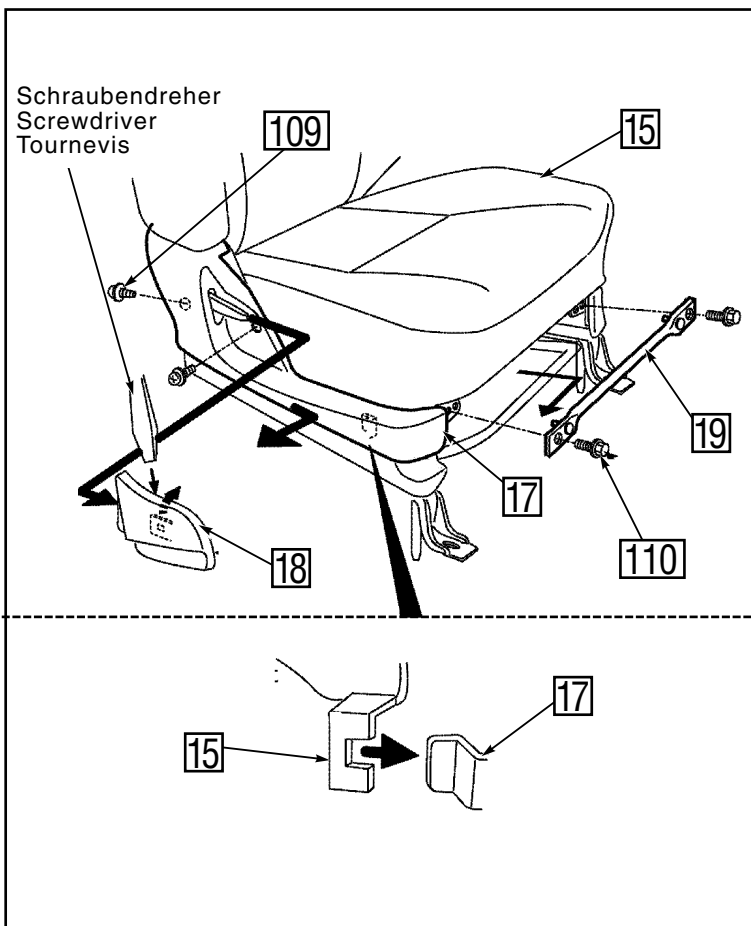

Abb. 14- Fig. 14
- a) Die Zusatzhalterung ⑨ (R) zusammen mit der seitliche Halterung ⑧ (R) und das Distanzstück ⑪ an der rechten Seite des Beifahrersitzes ⑮ anbringen.
- ⑫: Bolzen (M6x12) (2x)
⑬: Bolzen (M6x25) (1x)
- b) Die seitliche Abdeckung ⑰ (R) und den Knopf ⑱ wieder an der rechten Seite des Beifahrersitzes ⑮ anbringen. (Siehe Abbildung 14)
- a) Fit the sub bracket ⑨ (R) together with the side bracket ⑧ (R) and the spacer ⑪ onto the passenger's seat ⑮ right hand.
- ⑫: Bolt (M6x12) (2x)
⑬: Bolt (M6x25) (1x)
- b) Replace the side cover ⑰ (R) and the knob ⑱ onto the passenger's seat ⑮ right hand. (See figure 14)
- a) Fixez l'ensemble du support inférieur ⑨ (D) le support latéral ⑧ (D) et l'entretoise ⑪ du côté droit du siège du passager ⑮.
- ⑫: Boulon (M6x12) (2x)
⑬: Boulon (M6x25) (1x)
- b) Remplacez la garniture latérale ⑰ (D) et le bouton ⑱ du côté droit du siège du passager ⑮. (Voir la figure 14)